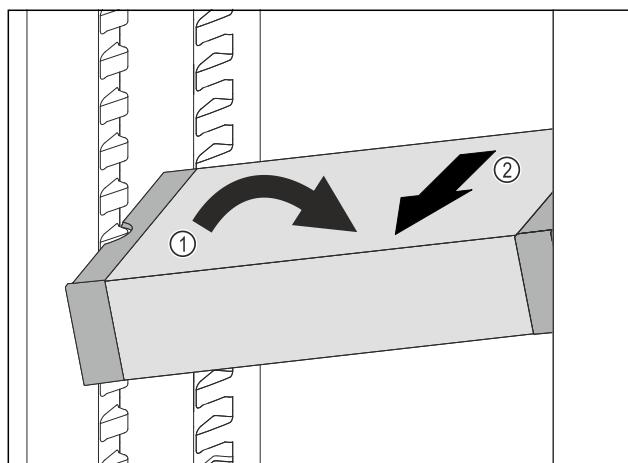

Fig. 114
- Встановити VarioSafe під кутом в охолоджувальному відділенні. Fig. 114 (1)
- Витягнути VarioSafe вперед. Fig. 114 (2)